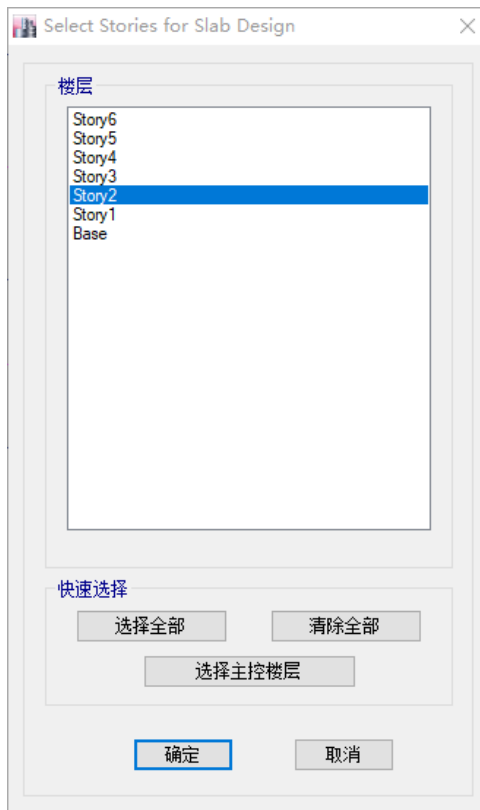

图 10-9 设计楼层选择对话框
2. 点击菜单**设计>混凝土楼板设计>选择设计楼层**，弹出**设计楼层选择**对话框，如图 10-9 所示：